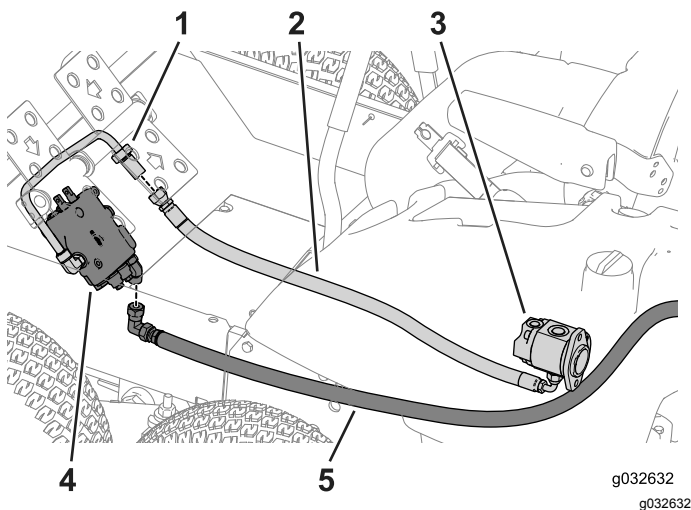

Bild 81
4. Verlegen Sie die Schläuche zur Vorderseite der Maschine (**Bild 81**)